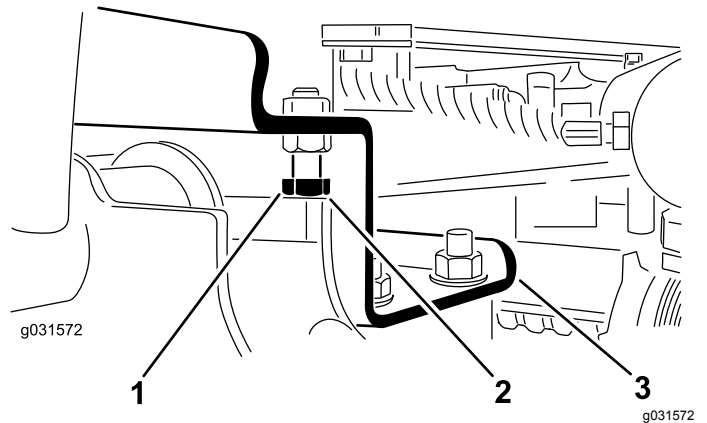

Figure 7
A. Desserrez les boulons d'arrêt (Figure 7).
2. Vérifiez que l'écartement entre chaque bras de levage et le boulon d'arrêt est compris entre 0,13 et 1,02 mm (0,005 et 0,040 po), comme montré à la Figure 7.